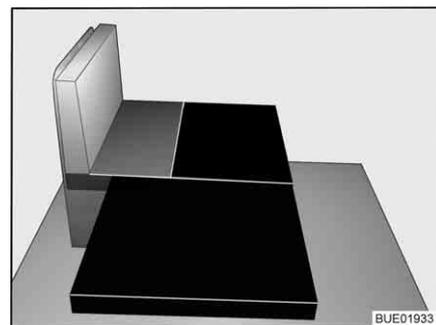

Bild 34 Nach dem Umbau
- Großes Zusatzpolster auf Polsterauflage legen (siehe Bild 34).